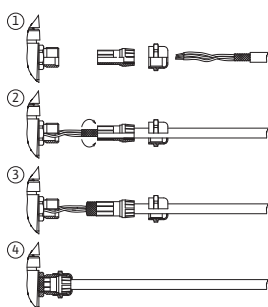

Fig. 25: Afskærmning
Afskærmningen forbindes med kabelgennemføringen på elektronikmodulet. Se Fig. 25.
Kablerne til den digitale indgang, de analoge indgange samt buskommunikationen skal være afskærmet ved hjælp af kabelgennemføringens metalkabelforskrumning (Fig. 19, pos. 4, 5 og 6). Afskærmning, se Fig. 25.